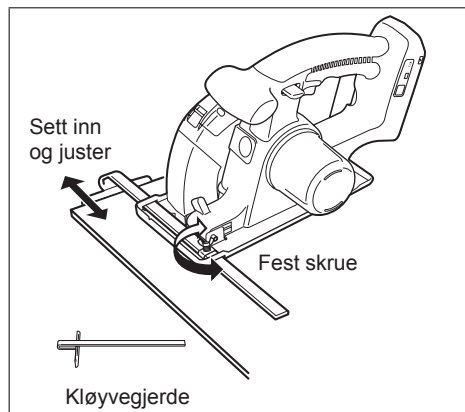

Fig. 10
- Sett på kløyvgjerdet og juster kuttebredden. (Se Fig. 10)